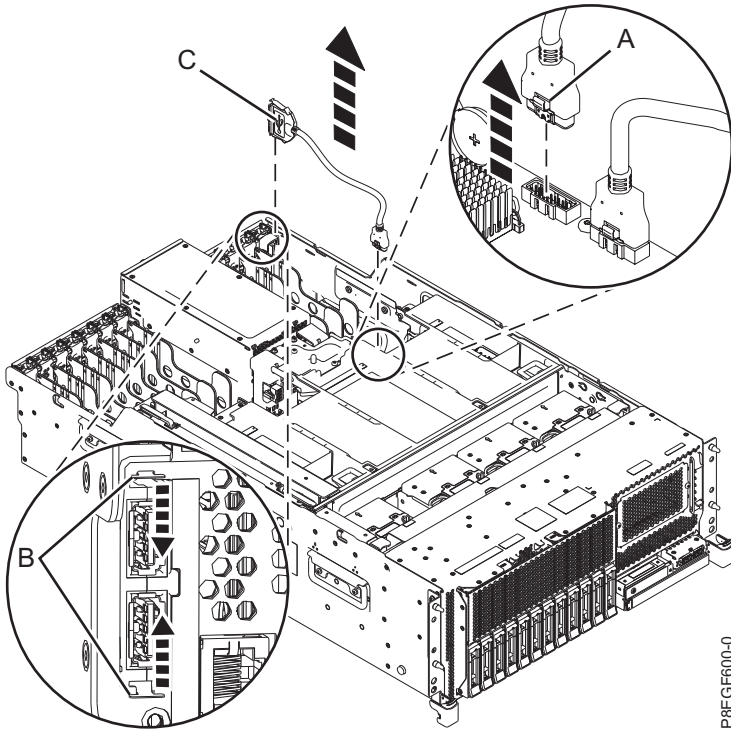
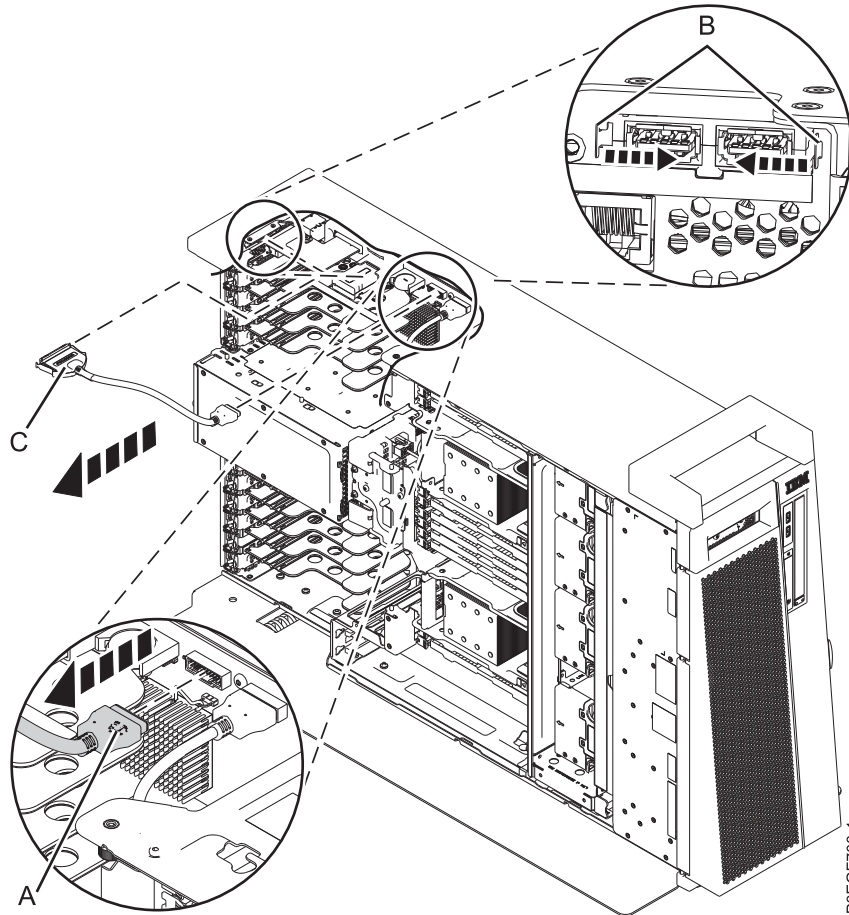

Figure 1. Retrait du câble USB arrière
Figure 2. Retrait du câble USB arrière de la version autonome du système 8286-41A
3. Débranchez le câble USB arrière (**A**) du fond de panier du système. Voir la figure 1, à la page 4, ou la figure 2, à la page 5 pour la version autonome du système 8286-41A.